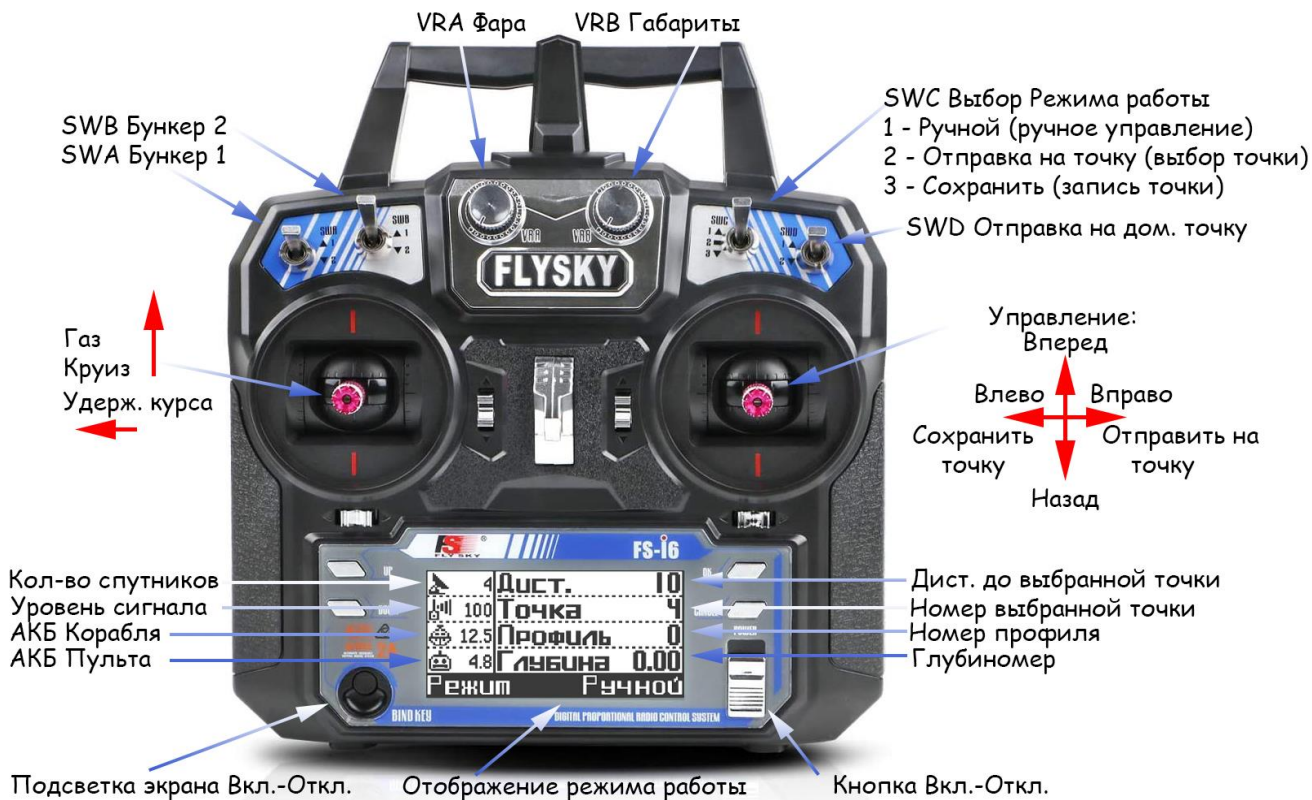

Рис. 2. Русская прошивка пульта
- левый джойстик переводим вниз и вправо (держим!), затем правый джойстик также вниз и вправо. Держим джойстики 4 секунду, ждем до звукового оповещения, при этом на экране изменится значение, отображающее номер профиля. см рис 1 или рис. 2.
- левый джойстик переводим вниз и влево (держим!), затем правый джойстик также вниз и влево. Держим джойстики 4 секунду, ждем до звукового оповещения, при этом на экране изменится значение, отображающее номер профиля. см рис 1 или рис. 2.